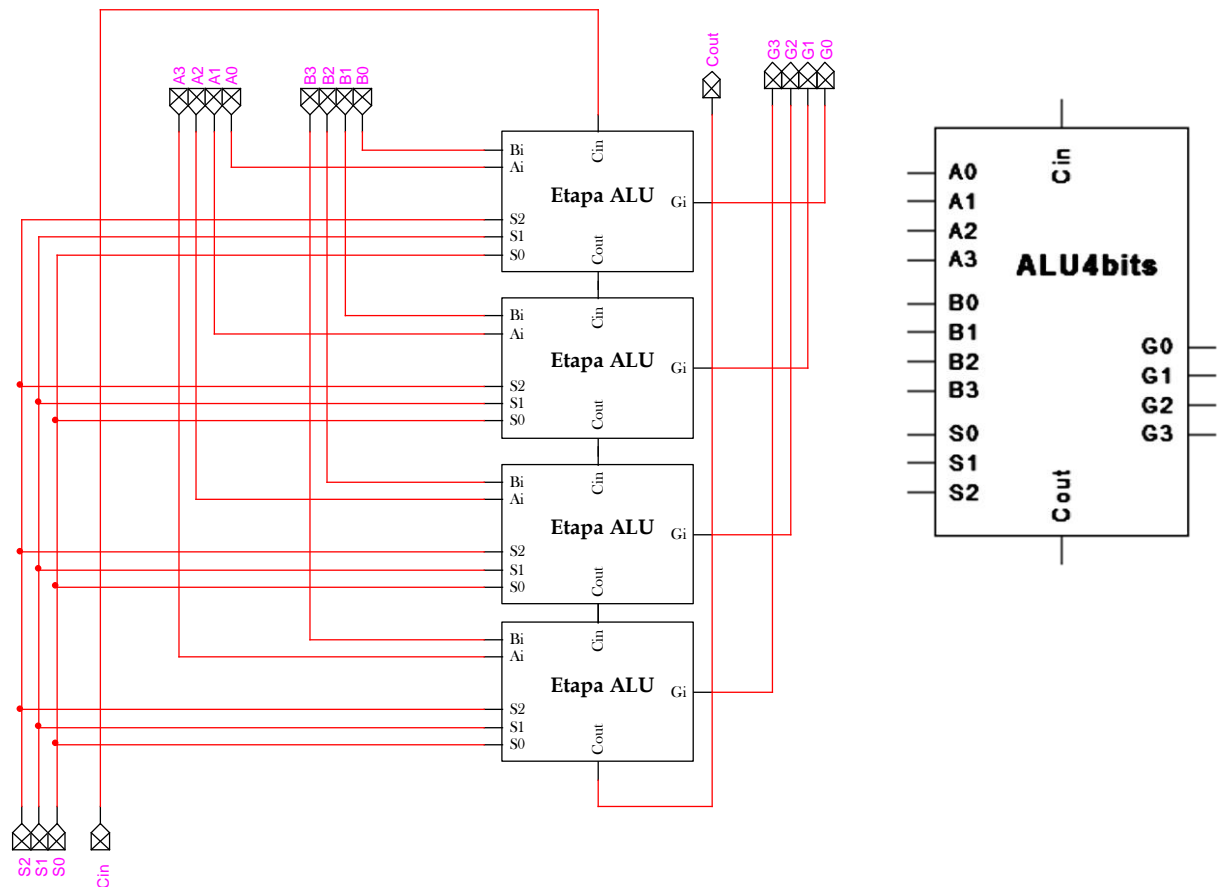
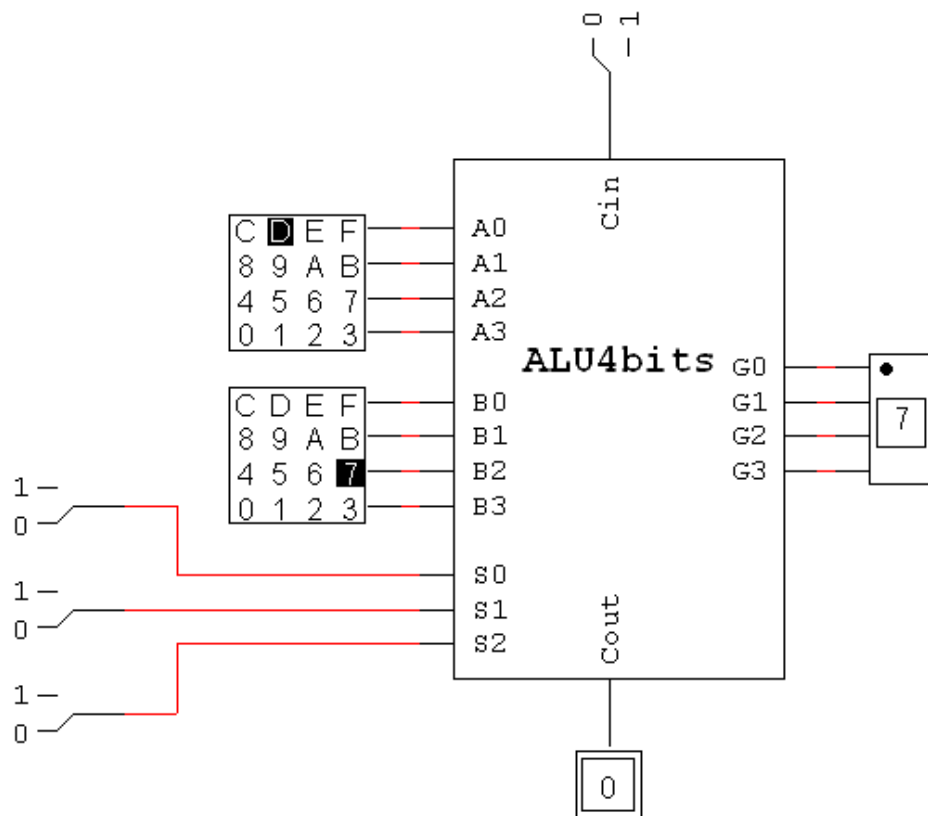

Figura 3.4. Estructura completa de la ALU para palabras de 4 bits.
Figura 3.5. Circuito de prueba de la ALU de 4 bits.
En la *Figura 3.4* se ilustra el diseño y “encapsulado” de una ALU de 4 bits, utilizando 4 Etapas ALU de un bit, como las diseñadas en la *Figura 3.3*.
- Realice en LogicWorks la ALU de la *Figura 3.4* y **el circuito de prueba de la Figura 3.5**. Para ello, use (de la biblioteca *Simulation IO.clf*) dos componentes HEX KEYBOARD wo/STB para generar los datos $A_3A_2A_1A_0$ y $B_3B_2B_1B_0$, un componente HEX_DISPLAY para visualizar las salidas $G_3G_2G_1G_0$, cuatro BINARY SWITCH para generar las señales $S_2S_1S_0C_{in}$, y un BINARY PROBE para visualizar la salida C_{out} y así realizar la prueba experimental del circuito.